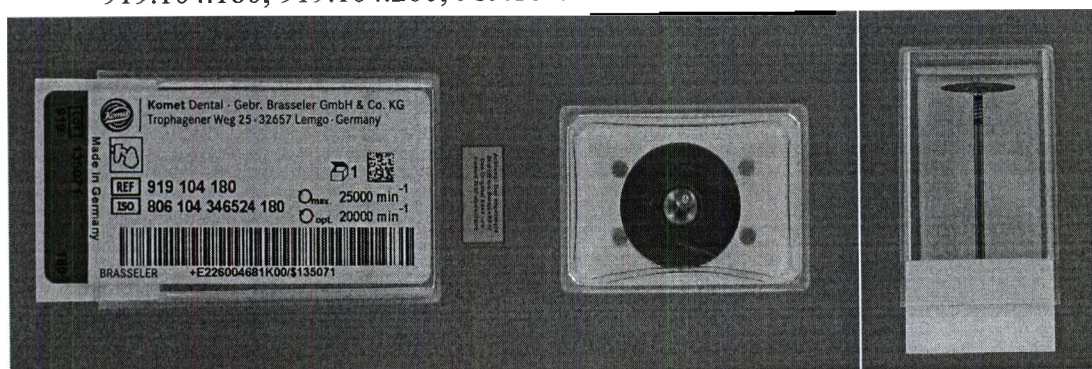

Рис.9
- С полным алмазным покрытием нижней стороны рабочей части (Рис.9)